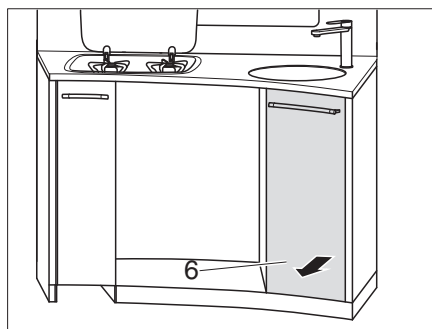

Bild 127 Ta ut hög kökslåda
- Ta ut hög kökslåda (Bild 127,6).